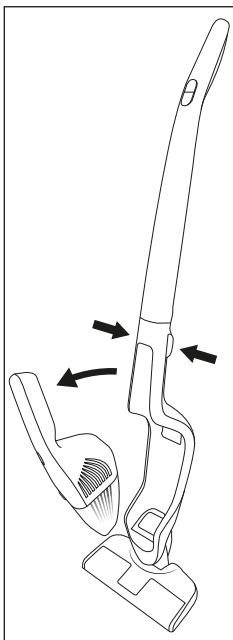

Fig. 3
- 4) Puxe a unidade portátil **3** para cima/para a frente, retirando-a da cavidade para unidade portátil **13** (fig. 3).